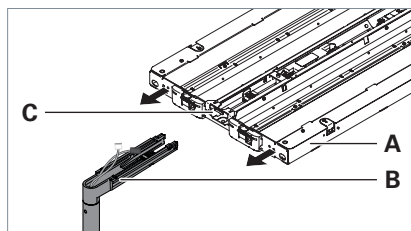

Fig. 2: Monter la tête du luminaire sur le bras de support.
- Enfilez le châssis du luminaire **A** sur le bras de support **B** et faites passer les câbles par l'ouverture **C** située sur le côté du châssis du luminaire, voir Fig. 2.